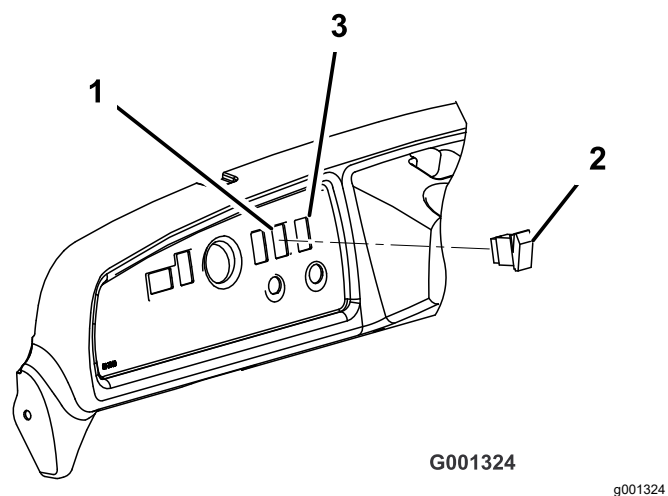

Figura 7
2. Retire o tampão do painel de instrumentos, à direita da coluna da direção e acima do interruptor da chave (Figura 7).
5. Pressione a aleta superior do interruptor do elevador da caixa para estender o acionador (Figura 7).
6. Alinhe a aleta superior para a posição das 12 horas e insira o interruptor do elevador da caixa na abertura no painel de instrumentos (Figura 7).